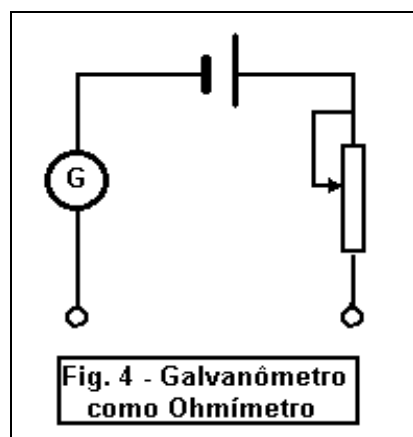

Fig. 4 - Galvanômetro como Ohmímetro
(13) - Agora colocamos uma resistência de valor conhecido (veja a Fig. 4) e anotamos o valor da corrente. Podemos repetir para várias resistências conhecidas e construir uma tabela e um gráfico de calibração;